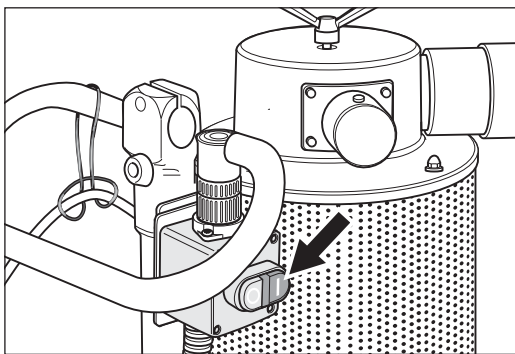

Abb. 18 Zum **Einschalten** der Maschine den **grünen Knopf (II)** am Schalter drücken.
- 2 Drücken Sie den **grünen Knopf (II)** am Ein-/Aus-Schalter (Abb. 18).